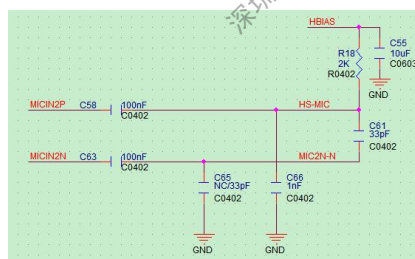

图 2-45 HS-MIC 信号电路设计
- HS-MIC 信号为 MIC 检测和信号接收 PIN，一般都在耳机接口的外部，容易受 ESD 干扰，需对地接 1nF 电容，如 C66，靠近耳机座子摆放，提高系统 ESD 性能，不能删除。如图 2-45 所示：